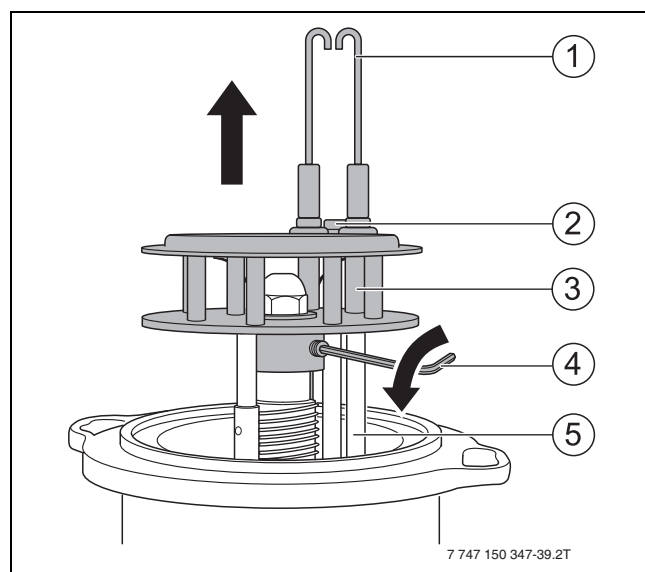

Рис. 37 Демонтаж смесительной системы
- ▶ Отверните винт (рис. 37, [2], стр. 25) между запальными электродами.
- ▶ Демонтируйте запальные электроды (рис. 37, [1], стр. 25).
- ▶ Зафиксируйте смесительную систему крепежным штифтом (→рис. 37[4], стр. 25).